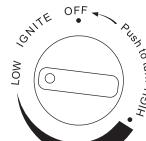

Рис. 22.
- После того как очаг загорится, отпустите ручку управления. Нажмите и поверните ручку управления в положение HIGH (МАКСИМУМ), затем отпустите ручку управления. Если вы хотите снизить температуру, нажмите на ручку управления и поверните по часовой стрелке в положение LOW (МИНИМУМ) (рис. 22).